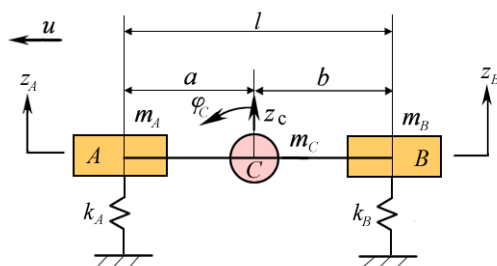

图6-2 双轴汽车振动模型
- (1) 系统的固有频率和主振型;
- (2) 若  $k_f l_f = k_r l_r$ , 讨论系统的固有频率和主振型;
- (3) 若  $\rho^2 = l_f l_r$ , 讨论系统的固有频率和主振型。
**6.18** 图 6-2 示为一简化后的汽车双轴振动模型 (忽略阻尼效应)。集中质量  $m_A$ 、 $m_B$ 、 $m_C$  按静力定销关系计算获得, 即  $m_A + m_B + m_C = m$ ,  $m_A a - m_B b = 0$ ,  $m_A a^2 + m_B b^2 = m\rho_y^2$ , 式中  $m$  为汽车总质量。